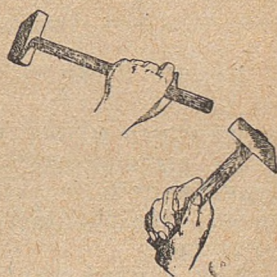

Рис. 118.
4. Мыля рукоятка вылө молоток пуксёбиткё мастерсё сёталё не молоток кузя, а рукояткаме мёд конец кузя (рис. 118)?